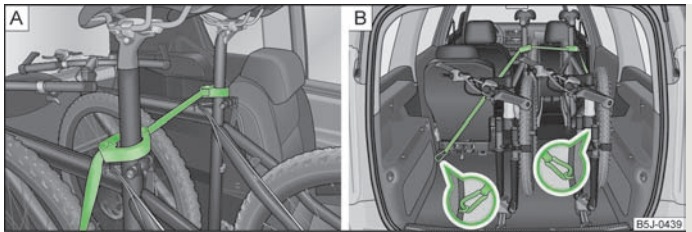

Abb. 54 Fahrräder absichern
- Die Schelle mit dem Gummiteil nach vorn (in Fahrtrichtung) möglichst weit unten an die Sattelstütze setzen und diese schließen » Abb. 54 - **A**.
- Beim Transport von zwei Fahrrädern den Gurt » Abb. 54 - **A** zwischen den Sätteln spannen, indem die Fahrräder auseinander geschoben werden.
- Die Karabiner an den Gurtenden in die Verzurrösen hinter den Rücksitzen einrasten » Abb. 54 - **B**.